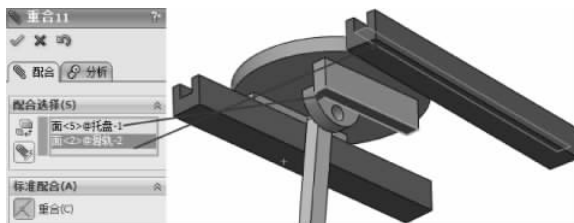

图 3-187 重合配合
(19) 选择【标准配合】选项组下的【重合】配合类型,在【要配合的实体】选择框中选择如图 3-187 所示的面,其他保持默认,单击【确定】按钮,完成重合配合。